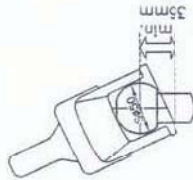

Bild 1: Kugelstange Zugfahrzeug
1.3 Die Zugkugelpkupplung WS 3000/3500 kann nur zusammen mit Kupplungskugeln nach DIN 74058 / ISO 1103 eingesetzt werden, wenn der Kugelhals im Bereich von 35 mm frei von Anbauteilen ist. (Bild 1) (statt 32 mm nach DIN 74058 / ISO 1103).